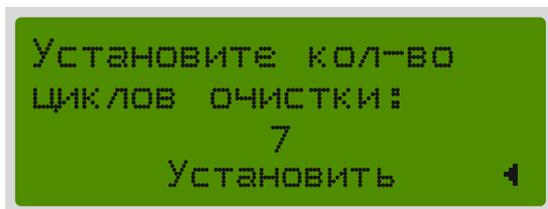

Рисунок 6 – Настройка количества циклов очистки
8. Выберите пункт «Кол-во циклов» для настройки количества циклов промывки СИ (рис. 6). Используйте кнопки ▲ и ▼ для изменения значения количества циклов. Минимальное количество циклов — пять, максимальное - 25. Подтвердите выбор нажатием кнопки ►.